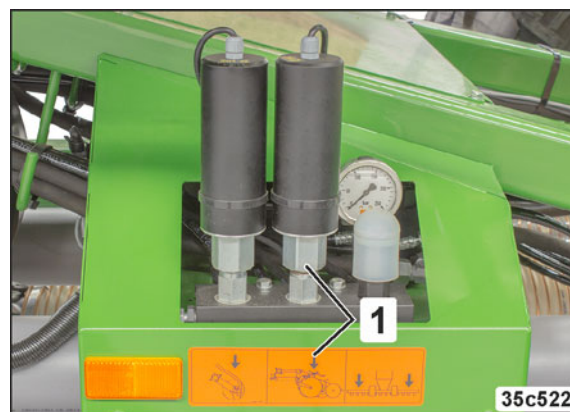

Fig. 83
- en servomotor (Fig. 83/1, option), som betjenes via AMATRON 3 i traktorkabinen.